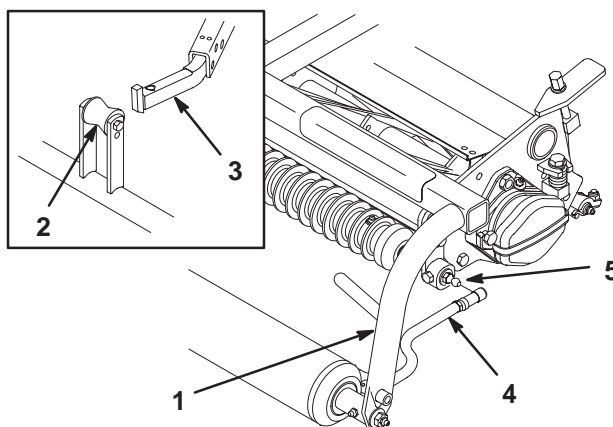

Bild 12
- Bringen Sie an jedem Ende der vorderen Walze der Schneidwerke jeweils eine Scheibe und einen Kugelbolzen an (Bild 12).
3. Schieben Sie das Schneidwerk unter das Zuggestell, während Sie die Hubwalze am Hubarm einhaken (Bild 12).
4. Schieben Sie die Hülse am Kugelgelenk zurück und drehen die Zugarme so nach unten, dass der Innensechskant über den Kugelbolzen passt. Lösen Sie die Hülse, so dass sie über den Bolzen geht und die Baugruppen miteinander verbindet (Bild 12).